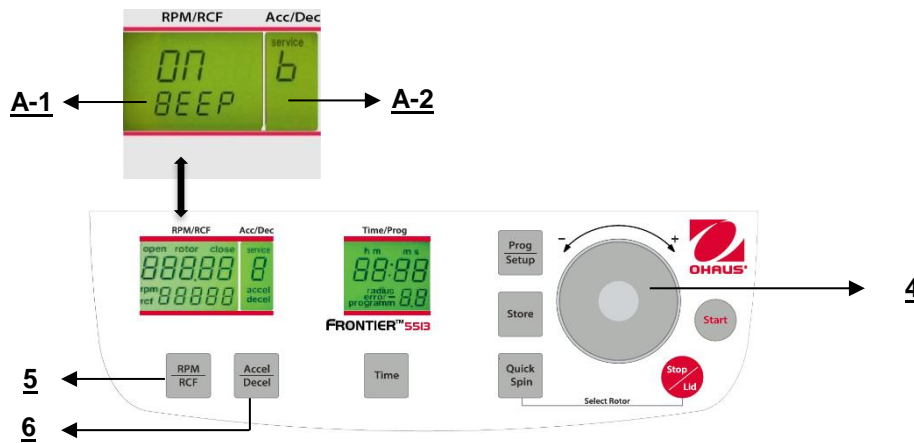

Abbildung. 33
Fahren Sie fort wie unter Punkt 4.1.2 beschrieben, um in den Programmmodus einzutreten und drücken Sie dann die Taste "**Accel/Decel**"(6). Auf der Anzeige "**Acc/Dec**" (A-2) blinkt das Wort "**Service**". Wählen Sie nun den Buchstaben "**B**" mit Hilfe des Anpassungs Wählscheibe (4). Als Ergebnis erscheinen auf der Anzeige "**RPM/RCF**" (A-1) die Worte "**ON/BEEP**". Nach dem Drücken der Taste "**RPM/RCF**" (5) können Sie das Tastaturgeräusch mit dem Anpassungs Wählscheibe (4) ein- (On) oder ausschalten (Off). (Siehe Abbildung 33).